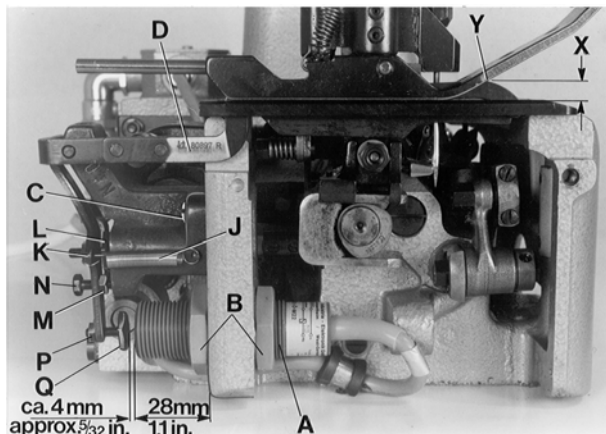
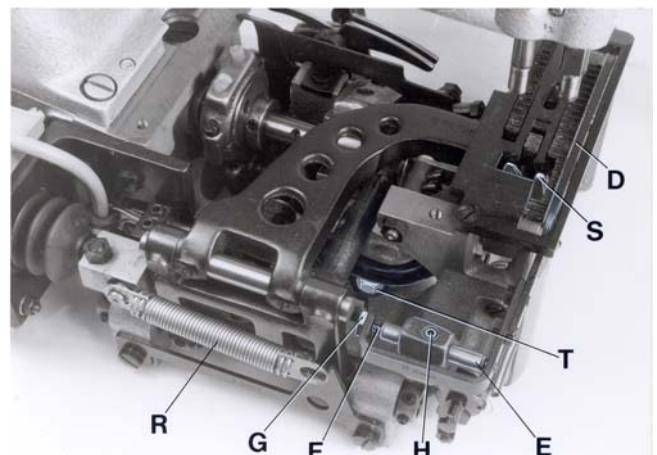

Fig. 14
Fig. 15
Remove cloth plate and left end cover. Mount the electronic proximity switch (A, Fig. 14) to the dimension of 28 mm (1.1"), as shown in Fig. 14.
The feeler (D, Figs. 14 and 15) is adjusted initially with the two fastening screws (C, Fig. 14) for the feeler support bracket. The feeler (D, Figs. 14 and 15) should not have any lateral play but should turn readily. For this, adjust the centering shaft (E, Fig. 15) with centering screw (F) and lock nut (G) accordingly. Loosen screw (H, Fig. 15) and center the feeler (D) in the throat plate and presser foot slot, by moving the centering shaft (E) laterally. The feeler must turn readily. Retighten screw (H).
Hang in tension spring (J, Fig. 14).
The feeler should be set as high as possible. The dimension (X, Fig. 14) between upper throat plate surface and upper edge of feeler at the bag entrance zone, should not be less than 7 mm (.270") on styles 80800R, RL, S and SL, and not less than 7 mm (.290") on styles 80800TL, TAL, U, UA, UL and UAL.
For adjustment loosen nut (K, Fig. 14) and turn-off screw (L), so that the head of screw does not contact the magnet in the feeler support bracket. Loosen nut (M) and turn the feeler stop screw (N) in or out, as required, to adjust the correct feeler height.
**NOTE:** When the presser foot rests on the throat plate (feed dog below throat plate), the distance between upper edge of feeler and lower edge of the feeler slot cut-out in the presser foot (see Y, Fig. 14) should be approx. 1 mm (.040") on styles 80800R, RL, S and SL, and approx. 2 mm (.080") on styles 80800TL, TAL, U, UA, UL and UAL.
Secure the set feeler height with lock nut (M, Fig. 14).
Remueva la tapa principal y la tapa final izquierda. Coloque el interruptor de aproximación (A, Fig. 14) en una distancia de 28 mm (1.1") como se demuestra en la Fig. 14.
El palpador (D, Figs. 14 y 15) esta fijado inicialmente con dos tornillos (C, Fig. 14) a su soporte. El palpador (D, Figs. 14 y 15) no puede tener juego lateral, pero debe girar libremente. Para esto ajuste adecuadamente el eje central (E, Fig. 15) con el tornillo para centrar (F) y la contra-tuerca (G).
Suelte el tornillo (H, Fig. 15) y centre el palpador (D) en las ranuras de la placa de aguja y del pie moviendo el eje central (E) lateralmente. El palpador debe girar libremente. Apriete el tornillo (H) otra vez. Coloque el resorte (J Fig. 14).
El palpador tiene que ser colocado tan alto como sea posible. La distancia (X, Fig. 14) entre la superficie superior de la placa de la aguja y el borde superior del palpador en la parte donde entra el saco no debería ser menor a una distancia de 7 mm (.270") para maquinas 80800R, RL, S y SL y no menor a 7,5 mm (.290") para maquinas 80800 TL, TAL, U, UA, UL y UAL.
Para este ajuste suelte la tuerca (K, Fig. 14) y gire el tornillo (L) tanto hacia atrás hasta que la cabeza del tornillo no pueda tocar más el imán en el perno fijador del imán. Suelte la tuerca (M) y gire el tornillo tope del palpador (N) adecuadamente hasta que logre la altura correcta del palpador.
**NOTA:** Cuando el pie prensa-tela reposa en la placa de la aguja (con el transportador debajo de la placa de la aguja), debería haber una distancia de aprox. 1 mm (.040") para maquinas 80800R, RL, S y SL y aprox. 2 mm (.080") para maquinas 80800TL, TAL, U, UA, UL y UAL entre el borde superior del palpador y el borde inferior del sacado para el palpador en el pie prensa-tela (vea Y Fig. 14).
Asegure la altura del palpador con la contra-tuerca (M, Fig. 14).
The switching pressure on the feeler is set with screw (K, Fig. 14).
**NOTE:** The closer the head of screw (K, Fig. 14) to the magnet the higher the switching pressure on the feeler. Secure the position of screw (K) with lock nut (L).
The electrical switching point of the proximity switch (A, Fig. 14) is determined by screw (Q, Fig. 14). The distance between screw head and the face of the proximity switch is approx. 4 mm (5/32") (see Fig. 14), when the feeler is in home position. This distance of 4 mm (5/32") is not exactly the same for all switches. Connect the machine electrically. With feeler in home position set the proper switching point as follows:
Loosen nut (P, Fig. 14). Turn screw (Q) away from switch, until the switch switches on. Then turn screw (Q) slowly towards the switch, until the switch switches off. Now turn screw (Q) a further 1/2 turn towards the switch. Secure this position of screw (Q) with lock nut (P).
When the solenoid on styles 80800R and S or the air cylinder on styles 80800RL and SL for the chain cutter (S, Fig. 15) is not activated and the chain cutter is in its home position below the throat plate, the knife tips of the chain cutter (S) should be positioned 0.5 mm (.020") below the throat plate top surface.
To obtain this setting, adjust the knife lever stop screw with lock nut (T, Fig. 15) in the bottom of the bed casting accordingly. The slotted thread end of screw (T) is accessible from the bottom of the bed casting for adjustment.
In cutting position, above the throat plate, the cutting edges of the chain cutter (S, Fig. 15) should overlap by 0.3 mm (.012") to assure a proper thread chain cutting.
On styles 80800R and S with solenoid operated chain cutter the core of solenoid (C, Fig. 16) must rest firmly on the solenoid (D) while adjusting the overlapping of the knife cutting edges of the chain cutter. Unhook pull-back spring (R, Fig. 15) and press the solenoid rod against the solenoid until the core of solenoid (C, Fig. 16) butts on the solenoid (D). Loosen nut (A, Fig. 16) and move clamp (B) on the solenoid rod to the left or right, until the cutting edges overlap approx. 0.3 mm (.012"). Retighten nut (A) and replace pull-back spring (R, Fig. 15).
La presión del interruptor en el palpador se ajusta con el tornillo (K, Fig. 14).
**NOTA:** Cuánto más cerca se encuentre la cabeza del tornillo (K, Fig. 14) al imán, tanto mayor es la presión del interruptor en el palpador. Asegure la posición del tornillo (K) con la contra-tuerca (L).
El punto de activación del interruptor de aproximación (A Fig. 14) esta determinado con el tornillo (Q, Fig. 14). La distancia entre la cabeza del tornillo y el frente del interruptor es de aprox. 4 mm (5/32") (vea Fig. 14) cuando el palpador esta en su posición básica. Esta distancia no es exactamente igual para todos los interruptores. Conecte la máquina eléctricamente. El punto exacto de la activación se ajusta de la siguiente manera: Suelte la tuerca (P, Fig. 14). Gire el tornillo (Q) alejándolo del interruptor hasta que el interruptor se active. Después gire el tornillo (Q) hacia el interruptor hasta que el interruptor se apague. Después gire el tornillo (Q) 1/2 vuelta más en sentido hacia el interruptor. Asegure esta posición del tornillo (Q) con la contra-tuerca (P).
Cuando el solenoide en las maquinas 80800R y S y en las maquinas 80800RL y SL el cilindro neumático de la tijera (S, Fig. 15) para la cadeneta no esté activado y la tijera esté en su posición básica debajo de la placa de la aguja, los bordes superiores de las cuchillas de la tijera deberían encontrarse aprox. 0,5 mm (.020") debajo de la placa de la aguja.
Ajuste para esto el tornillo tope para la tijera con la contra tuerca (T, Fig. 15) en el fondo de la cama de la maquina. En posición de corte encima de la placa de aguja, las cuchillas de la tijera (S, Fig. 15) deberían solaparse aprox. 0,3 mm (.012") para asegurar un corte limpio de la cadeneta.
En las maquinas 80800R y S con la tijera activada por solenoide, el nucleo del solenoide (C, Fig. 16) tiene reposar firmemente contra el solenoide mientras se ajuste el solapado de la hojas de la tijera. Suelte el resorte (R, Fig. 15) y presione el perno del solenoide contra el solenoide hasta que el nucleo del solenoide (C, Fig. 16) este plano con el solenoide (D). Suelte la tuerca (A, Fig. 16) y mueva la abrazadera (B) en el perno del solenoide hacia la izquierda o derecha, hasta que las hojas de la tijera se solapan aprox. 0.3 mm (.012"). Apriete la tuerca (A) otra vez y coloque el resorte (R, Fig. 15).
On styles 80800U and UA with solenoid operated taper cutter, the core of solenoid (C, Fig. 16) must rest firmly on the solenoid (D, Fig. 16) while adjusting the overlapping of the knife cutting edges of the tape cutter. Unhook pull-back spring (R, Fig. 15) and press the solenoid rod against the solenoid until the core of solenoid (C, Fig. 16) butts on the solenoid. Loosen nut (A, Fig. 16) and move clamp (B, Fig. 16) on the solenoid rod to the left or right until the cutting edges overlap approx. 0.3 mm (0.012 in.). Retighten nut (A) and replace pull-back spring (R, Fig. 15).
En las máquinas 80800U y UA con cortador de cinta activado por solenoide, el núcleo del solenoide (C, Fig. 16) tiene que reposar firmemente contra el solenoide (D, Fig. 16) mientras se ajusta el solapado de las hojas cortantes del cortador. Suelte el resorte (R, Fig. 15) y presione el perno del solenoide contra el solenoide hasta que el núcleo del solenoide (C, Fig. 16) reposa contra el solenoide. Suelte la tuerca (A, Fig. 16) y mueva la abrazadera (B, Fig. 16) en el perno del solenoide hacia la izquierda o la derecha hasta que los bordes cortantes del cortador se solapan aprox. 0.3 mm (0.012"). Apriete la tuerca (A) y coloque el resorte (R, Fig. 15) otra vez.